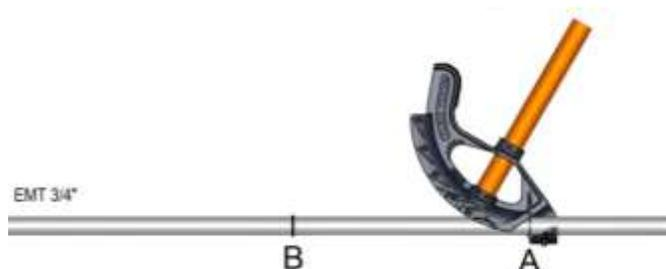

Figura 72. Colocación del doblador en el primer punto
11. Utilizando la técnica para alinear la dobladora en el tubo, como se describió en el boletín técnico N° 99 Parte 1 en el apartado de la sección 5.1 de la curva a 90°, se coloca el doblador en la tubería con el gancho opuesto a la segunda marca y se alinea el símbolo de la flecha con la primera marca "A" tal como se aprecia en la figura 72.